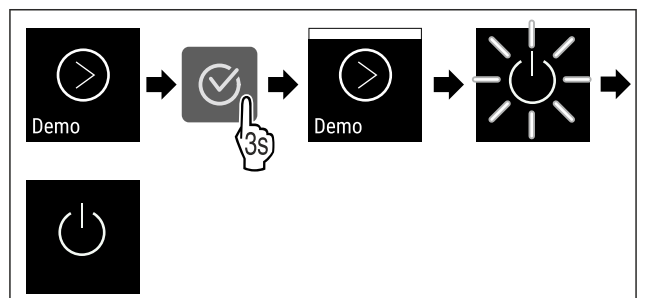

Fig. 100
- ▶ Suorita toimenpidevaiheet (katso Fig. 100).